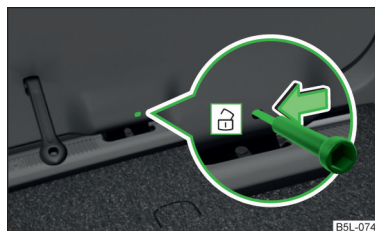

Fig. 180 Desbloqueo de emergencia de la tapa de maletero
- Introduzca un destornillador o una herramienta similar hasta el tope en la abertura del revestimiento » fig. 180.